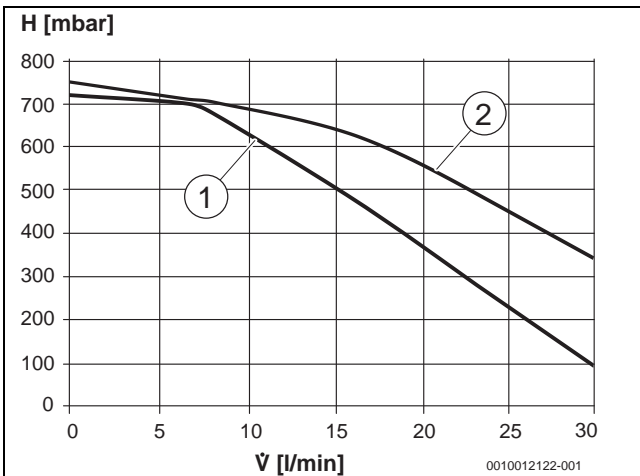
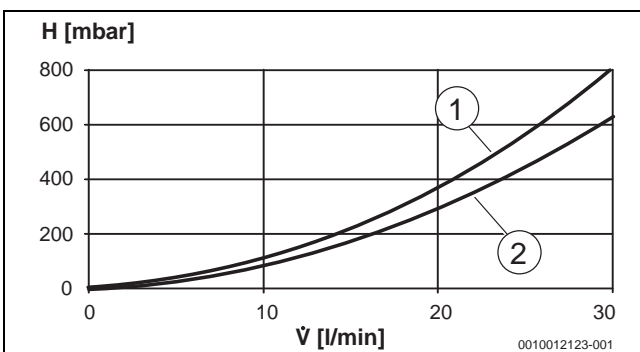

Bild 53 Restförderhöhe Primärkreispumpe
Bild 54 Druckverlust Sekundärseite
**Legende zu Bild 53 ... Bild 54:**